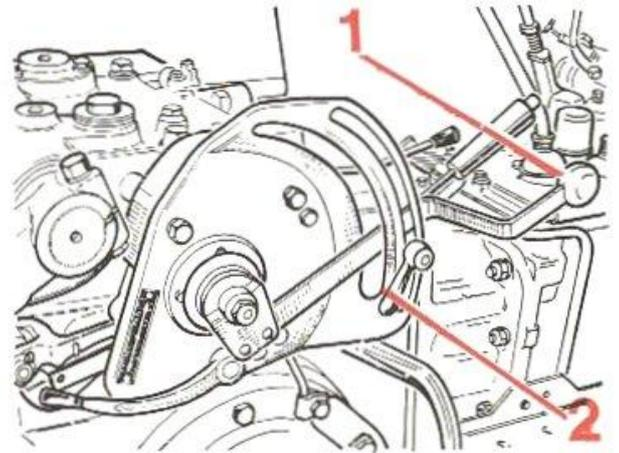

FIG. 47
— Fixation de la profondeur de travail par la butée (2) fig. 47. Ne pas oublier qu'il est toujours préférable pour, à l'attaque d'une nouvelle raie, retrouver rapidement la profondeur de travail que l'on s'est fixée, d'abaisser le levier de commande (1) fig. 47 jusqu'en bas du secteur, en le déplaçant latéralement au passage de la butée pour le ramener ensuite sous cette dernière.